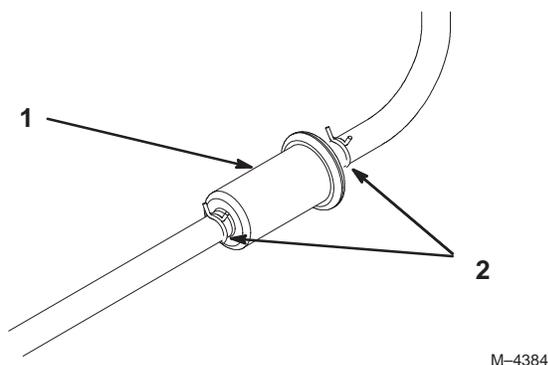

Figure 44
4. Pincez les extrémités des colliers et faites glisser ceux-ci pour les éloigner du filtre (Fig. 44).